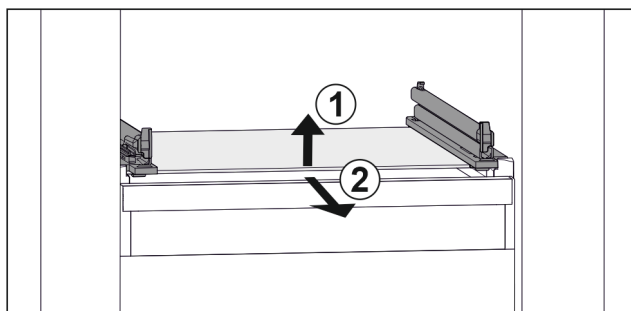

Fig. 47 Vejledende visning af glaspladen
- Løft glaspladen foran. Fig. 47 (1)
- Tag glaspladen ud fremefter. Fig. 47 (2)